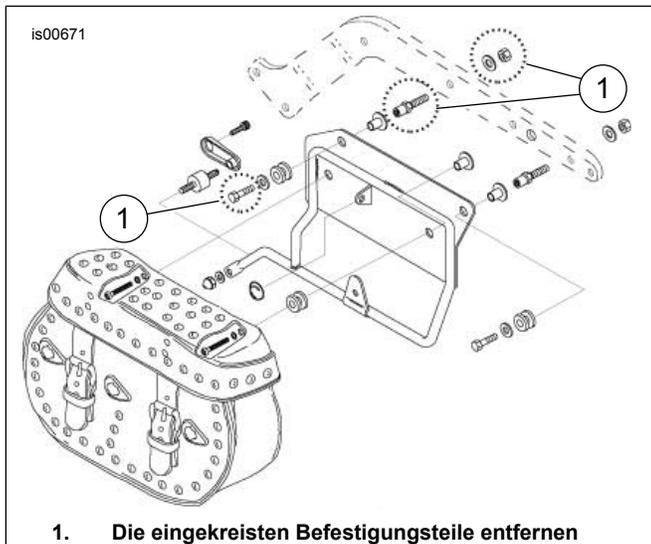
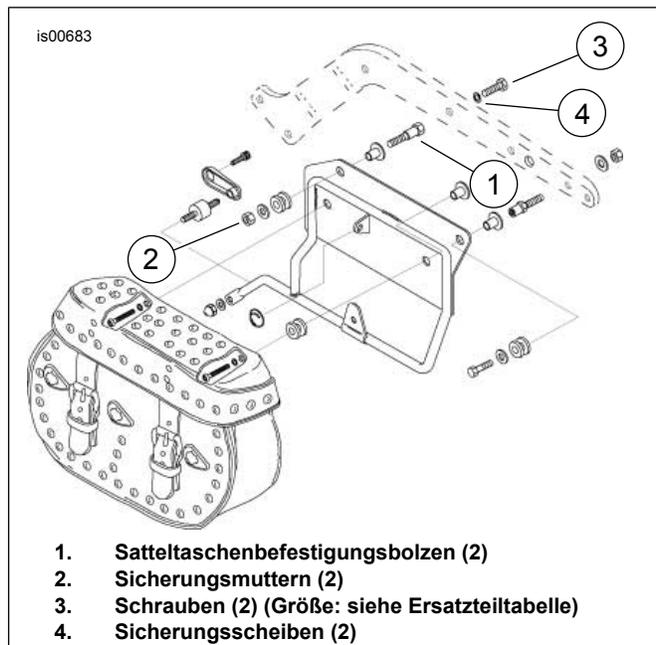

Abbildung 1. Die Befestigungsteile (FLSTC-Modelle) entfernen
Abbildung 2. Änderungen der Schutzblech-Befestigungsteile für FLSTC-Modelle
21. Den Satzreifen am bestehenden Rad einbauen. Es wird empfohlen, dieses bei einem Harley-Davidson-Vertragshändler vorzunehmen. Das Auswuchten von Rädern wird angeraten, um das Fahrverhalten zu verbessern und Vibrationen zu reduzieren, die vor allem bei hohen Geschwindigkeiten auftreten können. **Zum Einbau dieses Satzes in FLSTC-Modellen oder in Verbindung mit Softtail-Befestigungsteilen ohne Satteltaschenhalterungen (Satz-Nr. 53531-95A) oder FLSTC-Befestigungsteilen mit Satteltaschenhalterungen (Satz-Nr. 53371-95A) siehe Abbildung 1 oder 2.**
Zur Erzielung eines maximalen Ausfederungswegs (Reifenabstand) die Originalbefestigungsteile, die die obere Vorseite jeder Satteltaschenhalterung an der Schutzblechstrebe befestigen, wie in Abbildung 1 und Abbildung 2 dargestellt, durch die Befestigungsteile aus dem Satz ersetzen. Schritt 1 und 2 befolgen.
1. Die 4 ursprünglichen, in Abbildung 1 dargestellten, gestrichelt eingekreisten Teile entsorgen. Alle anderen Befestigungsteile aufbewahren.
2. Siehe Abbildung 2. Die Teile 12 bis 15 aus Tabelle 1 einbauen.